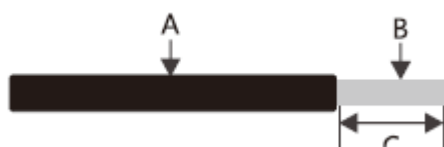

Figura 4.2-1
- È molto importante per la sicurezza del sistema e l'efficacia del funzionamento usare un cavo adeguato per il collegamento della batteria. Per ridurre i rischi di infortunio, si prega di usare la misura di cavo consigliato. Vedi figura 4.2-1.